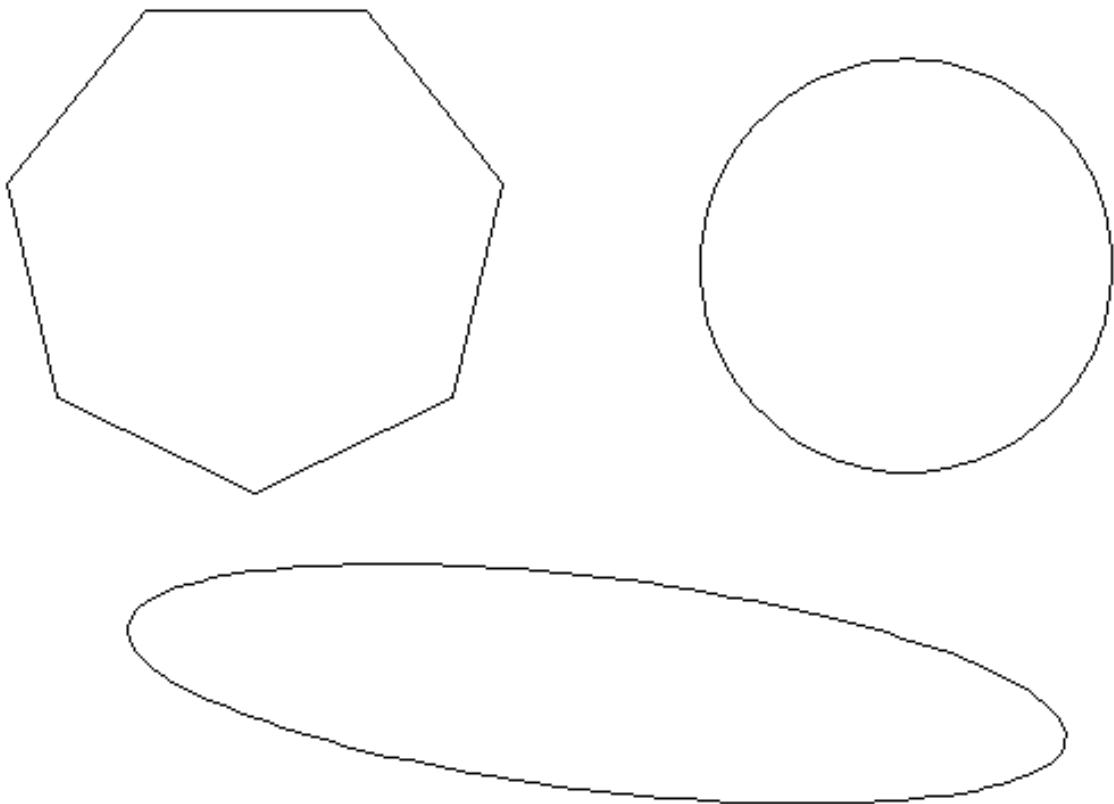

Рис. 4.54. Исходные объекты, свойства которых необходимо извлечь в таблицу
1. Запустите команду вставки таблицы (допустим, что документ содержит некоторые объекты, атрибуты которых вы хотели бы внести в эту таблицу (рис. 4.54)). Откроется диалоговое окно Insert Table (Вставить таблицу).